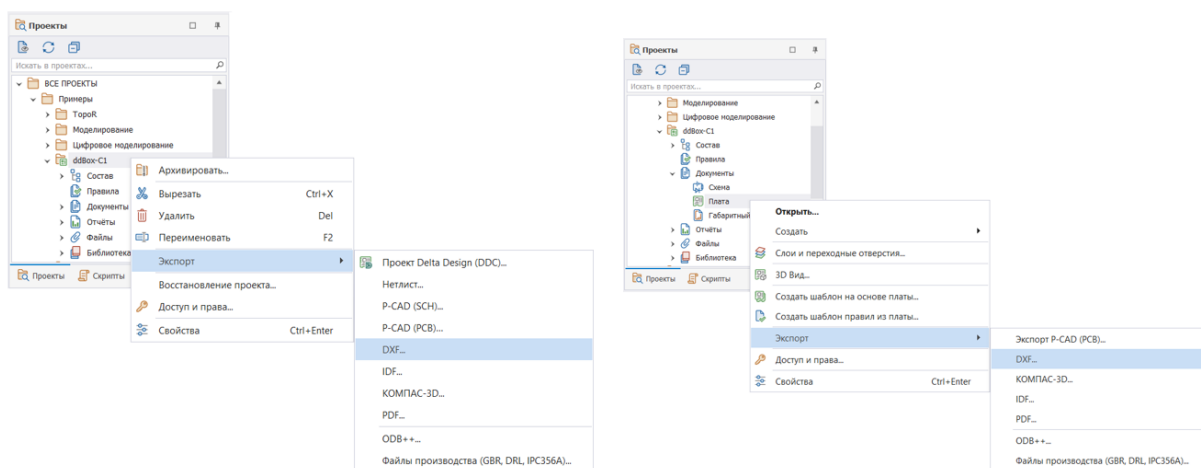

Рис. 89 Вызов экспорта из контекстного меню
1. Вызовите контекстное меню с узла проекта, выберите «Экспорт» → «DXF» или с узла платы проекта, выберите «Экспорт DXF...», см. Рис. 89.